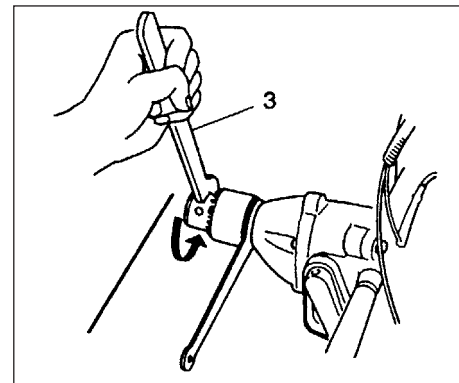

Fig. 2-7
• ANOTAÇÃO! use uma chave montada no porta-brocas (3) em vez da chave de aperto do porta-brocas, apertando e desapertando sem recurso a batidelas. Não bata na chave montada no porta-brocas. (Fig. 2-7, 7B)